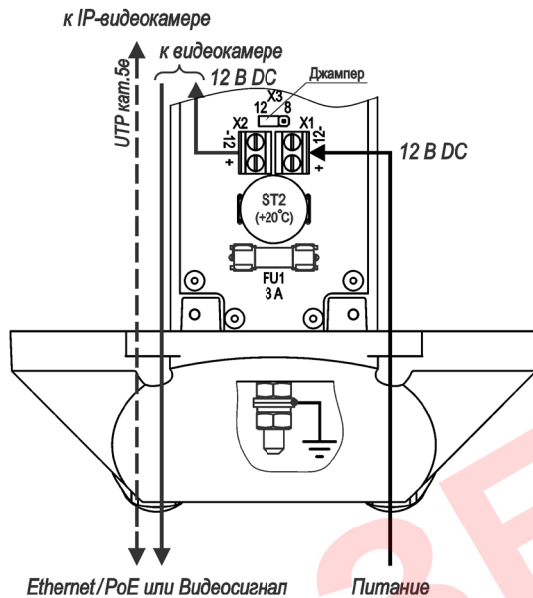

Рисунок 9 – Подключение ТГБ-7 ТВ-12
*** Предприятием-изготовителем в ТГБ-7 ТВ-24/12, ТГБ-7 ТВ-220/12 джампер Х4 (Х7) установлен в положение «25» – мощность обогрева 25 Вт, для изменения мощности на 17 Вт джампер необходимо переставить в положение «17» (см. рисунки 3 и 4), в ТГБ-7 ТВ-12 джампер Х3 установлен в положение «12» – мощность обогрева 12 Вт, для изменения мощности на 8 Вт джампер необходимо переставить в положение «8» (см. рисунок 9).